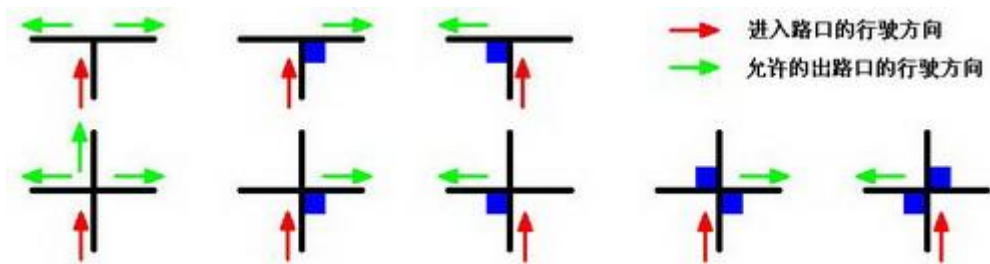

图 3 转弯标志及允许的出口口行驶方向
3.1.4 在黑色引导线的十字或丁字交叉处，可能会出现 50mm×50mm 的深蓝色转弯标志。机器人在遇到转弯标志时的正确动作方式如图 3 所示。